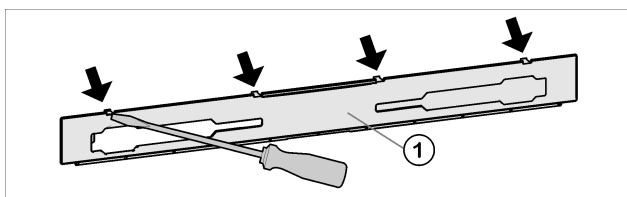

Fig. 4
- Suojus Fig. 4 (1) nostetaan eteen ruuvimeisselin avulla.